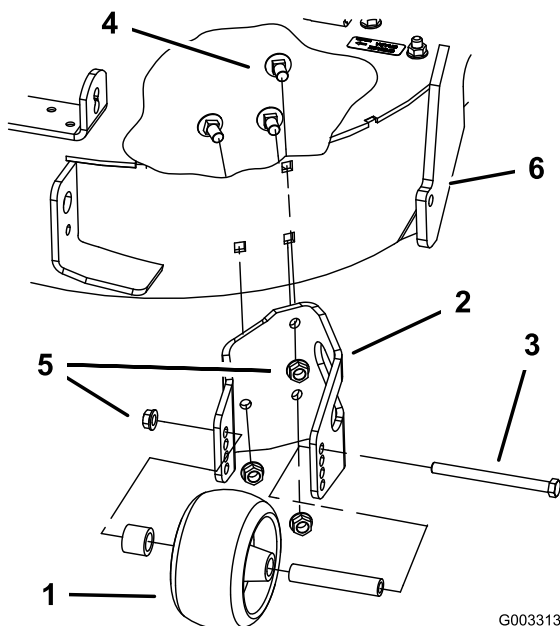

Figura 4
2. Remova o rolo anti-danos do suporte desapertando e removendo a porca flangeada (3/8 pol.) e parafuso do eixo (3/8 x 4-1/2 pol.) como apresentado em Figura 4. Guarde todas estas peças para utilização posterior.
3. Remova os três parafusos de carroçaria (3/8 x 3/4 pol.) e porcas flangeadas (3/8 pol.) que prendem o suporte ao cortador (Figura 4).